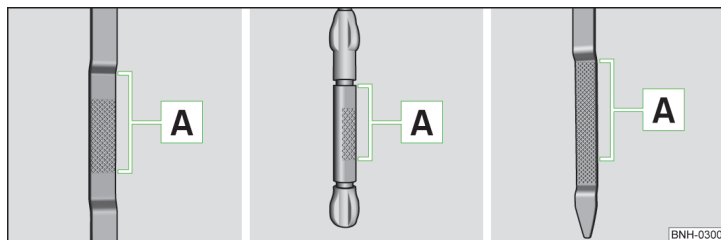

Fig. 115 Imagen esquemática: Varilla de medición de aceite
**Varilla de nivel de aceite » fig. 115**
- El nivel de aceite no debe estar nunca sobre o debajo de la zona **A** » fig. 115. ¡Existe riesgo de daños del motor, así como en el sistema de gases de escape!
- ¡Si el nivel de aceite se encuentra por encima de la zona **A**, » fig. 115 no siga conduciendo! Parar el motor y recurrir a la asistencia profesional de un taller especializado.